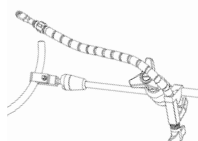

Figura 20
- Afrouxe a pinça usando o pequeno botão roxo do **Braço flexível** (como UL-0106). Posicione as mandíbulas em torno dos segmentos de qualquer **Braço articulado** (UL-0110). Aperte o pequeno botão roxo para fixar o **Braço flexível** ao **Braço articulado**. (Figura 20)